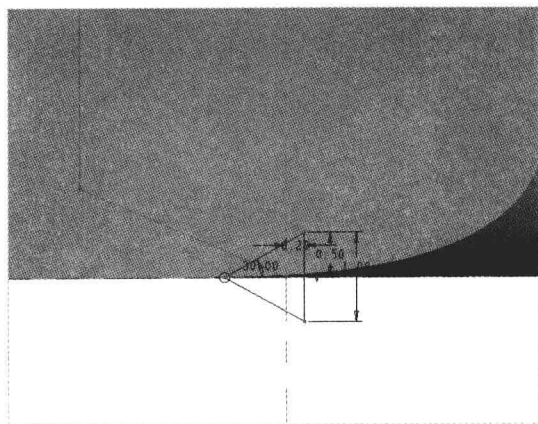

图 16-53 绘制截面 4
Step 09 单击“关闭”面板中的“确定”按钮 ✓，完成截面绘制并退出草绘环境，返回“螺旋扫描”选项卡；单击“截面”按钮 ，进入草绘环境，单击“草绘”选项卡中的相应按钮，绘制截面，如图 16-53 所示。